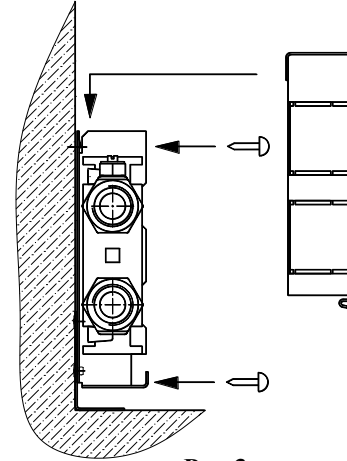

Рис.3
- 5.3 Выполнить отверстия, установить дюбели и закрепить корпус шурупами рис.3.